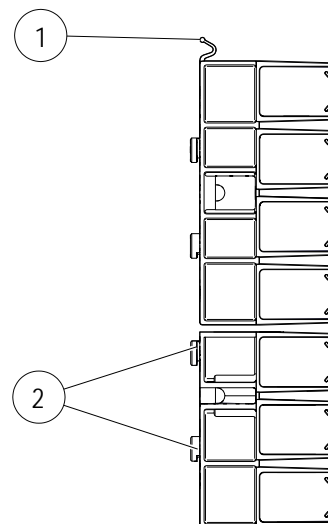
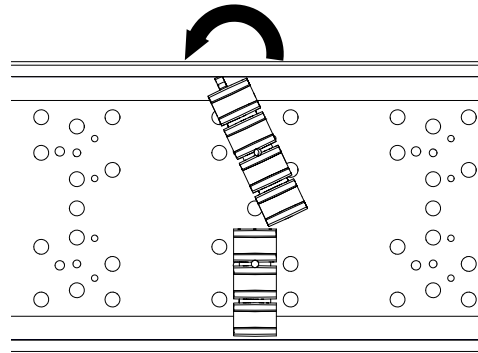

Abb. 27: Arretierungsklip (1) und Aufnahmezapfen (2)
Abb. 29: 4-poligen Schienenhalte in das ProShell-Tragprofilssystem 206 einhängen
1. Zuerst die Arretierungszapfen (2) des 3-poligen Schienenhalters in den unteren Teil des ProShell-Tragprofils einhängen. Danach den 4-poligen Schienenhalter mithilfe seines Arretierungsklips (1) in den oberen Tragprofilsystem-Teil montieren (siehe Abb. 27 bis Abb. 29).